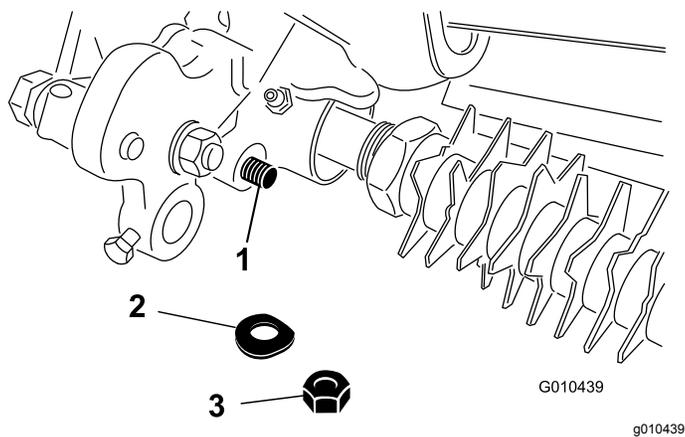

Figure 32
4. Enlevez le contre-écrou et la rondelle Belleville qui fixent l'extrémité de la tige du bras de hauteur de coupe à l'entraînement du groomer (Figure 32).